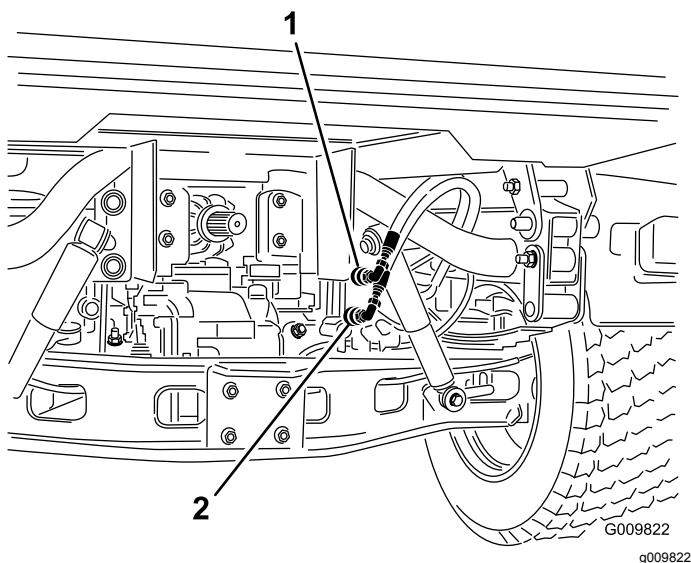

Figura 69
2. Scollegate i due tubi dei connettori rapidi dai tubi fissati alla relativa staffa, su entrambe le macchine (Figura 69).